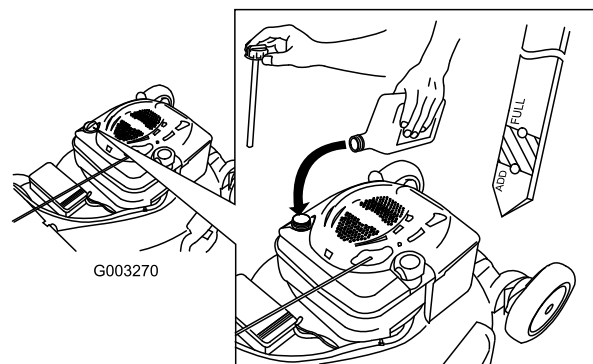

Figure 30
4. Versez de l'huile **lentement** dans le goulot de remplissage pour faire monter le niveau de liquide jusqu'au repère du plein (Full) sur la jauge (Figure 30). **Ne remplissez pas excessivement.** (Remplissage max. : 0,59 l (20 oz), type : huile détergente SAE 30 de classe de service API SF, SG, SH, SJ, SL ou supérieure.)